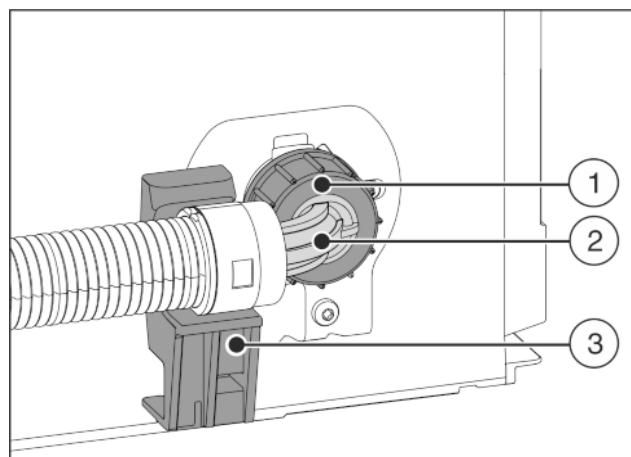

Fig. 21
- ▶ Pozicionirajte savijen završetak crijeva Fig. 21 (2) vodoravno na držač Fig. 21 (3) i držite ga.
- ▶ Maticu Fig. 21 (1) rukom zavrtnite na navoj tako da je osiguran čvrst, siguran spoj.